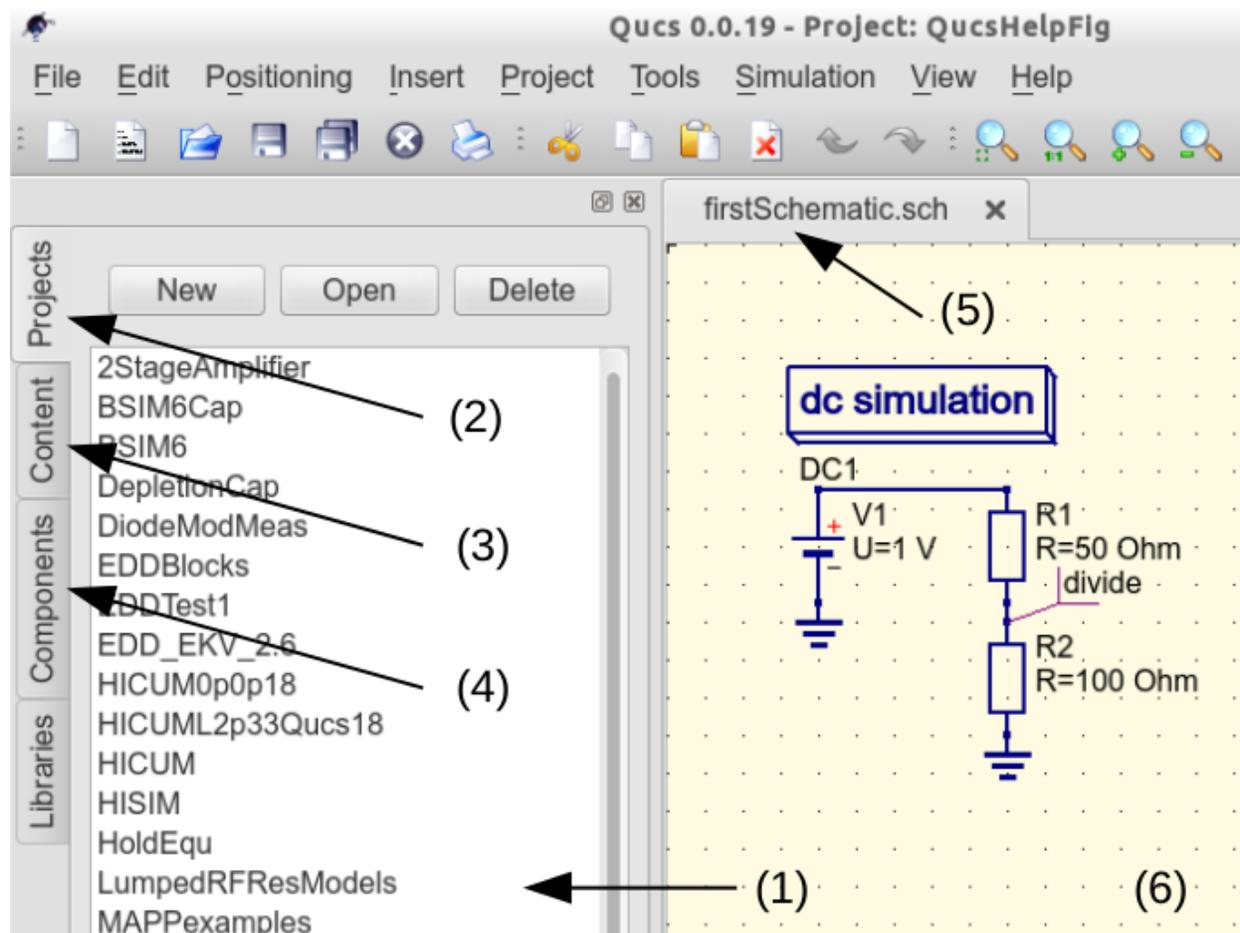
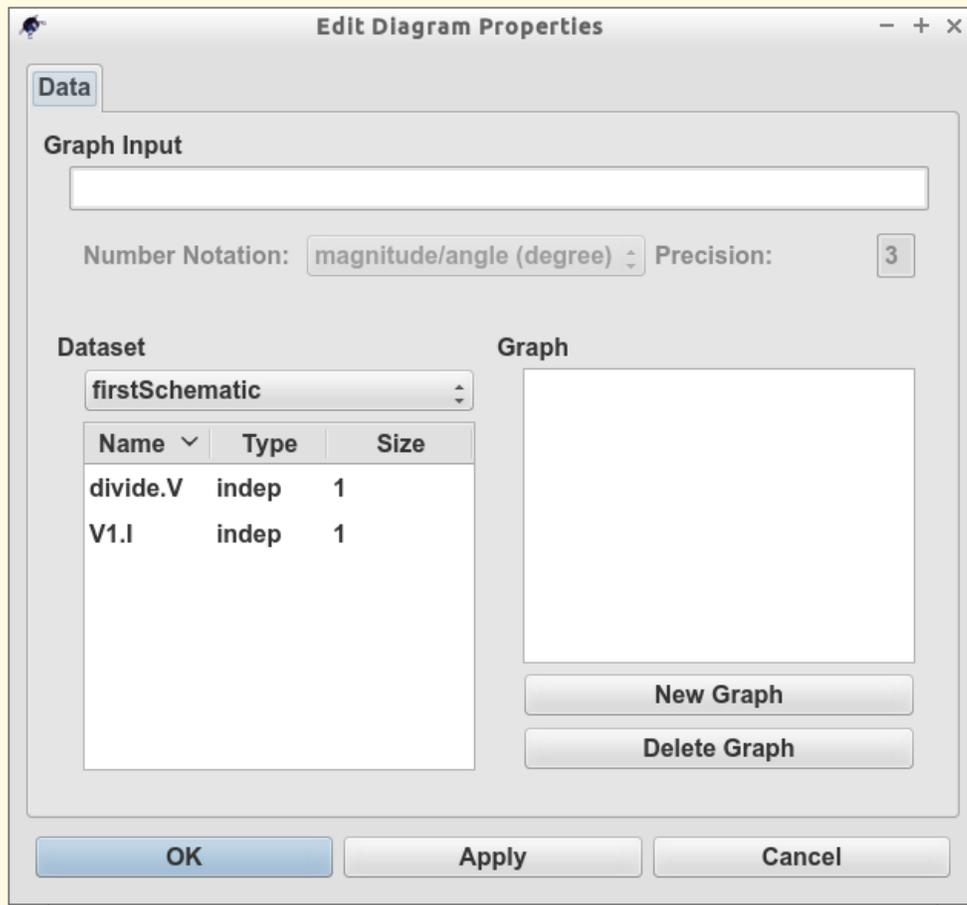

Figura 3 - janela principal Qucs com áreas de trabalho rotuladas
Figura 4 - Qucs dados exibir mostrando janela um caixa de diálogo **Tabular**
No lançamento Qucs uma área de trabalho rotulados (6) aparece no centro do GUI. Esta janela é usada para exibir esquemas, numérico e algébrico modelo e projeto de circuito, dados, dados de saída numérica e formas de onda do sinal e numeral visualizado como gráficos, veja a Figura 3. Clicar, com o botão do mouse esquerda em qualquer uma das abas (5) permite aos usuários alternar rapidamente entre os documentos abertos no momento. O lado esquerdo da janela principal do Qucs é uma terceira área rotulada (1) cujo conteúdo depende do estatuto de **Projectos** (2), **Conteúdo** (3), **Componentes** (4) ou **Bibliotecas**. Depois de executar Qucs, a guia **Projectos** é ativada. Note no entanto, quando Qucs é iniciado pela primeira vez a lista de **Projectos** está vazia.
Para inserir um novo projeto clique esquerdo sobre o botão **Novo** localizado no lado direito acima da janela (1). Esta ação faz uma caixa de diálogo abrir. Digite o nome de um projeto de Qucs na caixa fornecida, por exemplo, digite *QucsHelpFig* e clique sobre o botão **Ok**. Qucs, em seguida, cria um diretório de projeto no diretório “~/qucs“. No exemplo mostrado na Figura 3, isso é chamado **QucsHelpFig\_prj**. Todos os arquivos pertencentes a este novo projeto é salvo dentro do **QucsHelpFig\_prj** diretório. Na criação de um novo projeto é aberto imediatamente e nome é exibido na barra de título janela Qucs. No grupo de abas a esquerda é então ativado **Conteúdo** e o conteúdo do projeto aberto atualmente é exibido. Para salvar um documento aberto, clique sobre o botão **Salvar** (ou use o menu principal: **Arquivo** → **Salvar**). Esta etapa inicia uma sequência que salva o documento exibido na área (6). Para completar a sequência de salvar o programa irá solicitar o nome do seu novo documento. Digite \* firstSchematic , ou outros nome apropriado e clique no botão **Okey** para completar a sequência de salvar.
Como um primeiro exemplo para ajudá-lo a começar com Qucs digite e execute o circuito DC simples mostrado na Figura 3. O circuito ilustrado é uma rede de divisor de tensão de dois resistor conectada a uma fonte de tensão DC valor fixo. Comece clicando sobre a aba **Componentes**. Esta ação faz com que uma caixa de combinação seja exibida, da qual um grupo de componentes pode ser escolhidos e os necessários componentes selecionados. Escolha o grupo de componentes **Lumped componentes** e clique no primeiro símbolo: **Resistor**. Em seguida, mova o cursor do mouse para área (6). Pressionar o botão direito do mouse gira o símbolo do **Resistor**. Da mesma forma, pressionar o botão esquerdo do mouse coloca o componente no esquemático no local em que o cursor do mouse está apontando. Repita este processo para todos os componentes mostrados na Figura 3. A fonte de tensão DC independente situa-se no grupo **Fontes**. O símbolo de terra pode ser encontrado no grupo **Lumped componentes** ou selecionado na barra de ferramentas Qucs. O ícone solicitando simulação DC está listado no grupo **Simulações**. Para editar os parâmetros do segundo resistor, clique duas vezes nele. Um diálogo aberto que permite que o valor do resistor a ser alterado; Digite *100 Ohm* no campo editar no lado direito e pressione enter.
Para conectar os componentes do circuito mostrados na Figura 3, clique no botão de barra de ferramentas de fio (ou use o menu principal: **Inserir** → **Fio**). Mova o cursor para uma porta aberta de componente (indicada por um pequeno círculo vermelho na extremidade de um fio azul). Clicando nele começa o sequência do desenho do fio. Agora, mova o cursor de desenho para o ponto de extremidade de um fio (normalmente este é um círculo vermelho segundo anexado a um componente colocado) e clique novamente. Dois componentes estão agora ligados. Repita a sequência de desenho quantas vezes forem necessárias para conectar o circuito de exemplo. Se você quiser mudar a direção do canto de um fio, clique no botão direito do mouse antes de se mudar para um ponto de extremidade. Você também pode finalizar um fio sem clicar em uma porta aberta ou em um fio, basta clicar duas vezes no botão esquerdo do mouse.
Como um passo final antes da simulação DC rotular o nó, ou nós, os quais a tensão DC é necessária, por exemplo, o fio de ligação entre resistores **R1** e **R2**. Clique no botão de barra de ferramentas de rótulo (ou use o menu: **\*Inserir** → **Wire Label**). Agora clique sobre o fio escolhido. Um diálogo aberto permitindo que um nome de nó a ser inserido. Entre *divisão* e clique o **Ok** botão. Se você tiver desenhado o esquema de teste correctamente introduzido esquema deve a mesma aparência, ou ser semelhante a, mostrado na Figura 3.
Para iniciar a simulação DC clique sobre o botão **Simular** na barra de ferramentas (ou use o menu: *Simulação\** → **Simular**). A janela de simulação abre e uma barra de deslizamento relata o progresso da simulação. Normalmente, tudo isso acontece tão rápido que a janela é vista brevemente na tela de PC (isso depende da velocidade do seu PC). Depois de terminar uma simulação com êxito Qucs abre uma janela de exibição de dados. Isso substitui a janela de entrada esquemática rotulada (6) na Figura 3. A seguir a aba **Componentes** → **diagramas** é aberta. Isso permite que os resultados de simulação ser listado. Clique sobre o item **Tabular\*** e **mova-o para a área de visualização, colocando-o clicando no botão esquerdo do mouse. Uma caixa de diálogo permite a seleção dos sinais que deseja listar, veja a Figura 4. O lado esquerdo do diálogo \*\*Tabular** diálogo (chamado Editar Propriedades do Diagrama) é listado o nome do nó: **divisão.V**. Clique duas vezes nele e ele vai ser transferido para o lado direito do diálogo. Deixe o diálogo clicando o **Ok** botão. Os dados de tensão DC simulação para nó *divisão\** agora devem ser listadas em uma caixa na janela de exibição de dados, com um valor de 0,666667 volts.